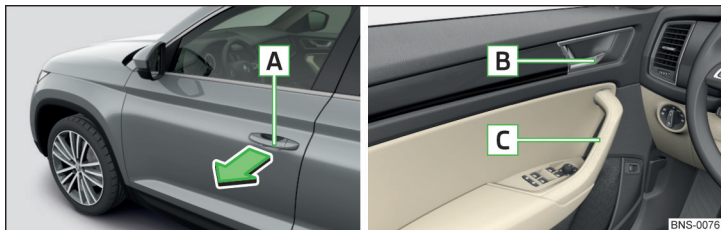

Fig. 53 Mănerul portierei/maneta de deschidere a portierei
- ▶ Pentru **deschiderea din exterior**, descuiați autovehiculul și trageți de mănășelul portierei **A** în sensul săgeții » fig. 53.